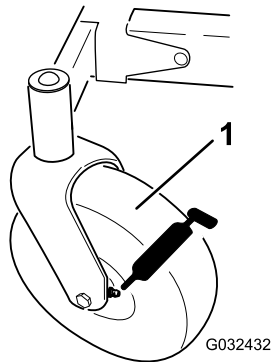
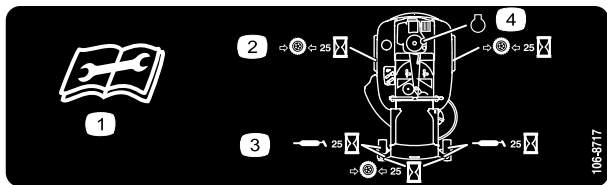

Figura 39
Figura 40
3. Limpie con un trapo los puntos de engrase (Figura 39) y (Figura 40).
4. Conecte una pistola de engrasar a cada punto de engrase (Figura 39 y Figura 40).